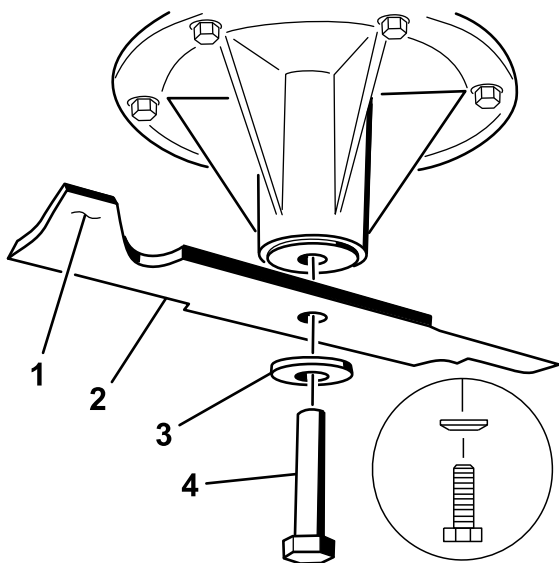

Figure 98
1. Placez la lame sur l'axe (Figure 98).
2. Installez la rondelle élastique et le boulon de la lame. Le côté bombé de la rondelle élastique doit être dirigé vers la tête du boulon (Figure 98). Serrez le boulon à un couple de 115 à 150 Nm (85 à 110 pi-lb).